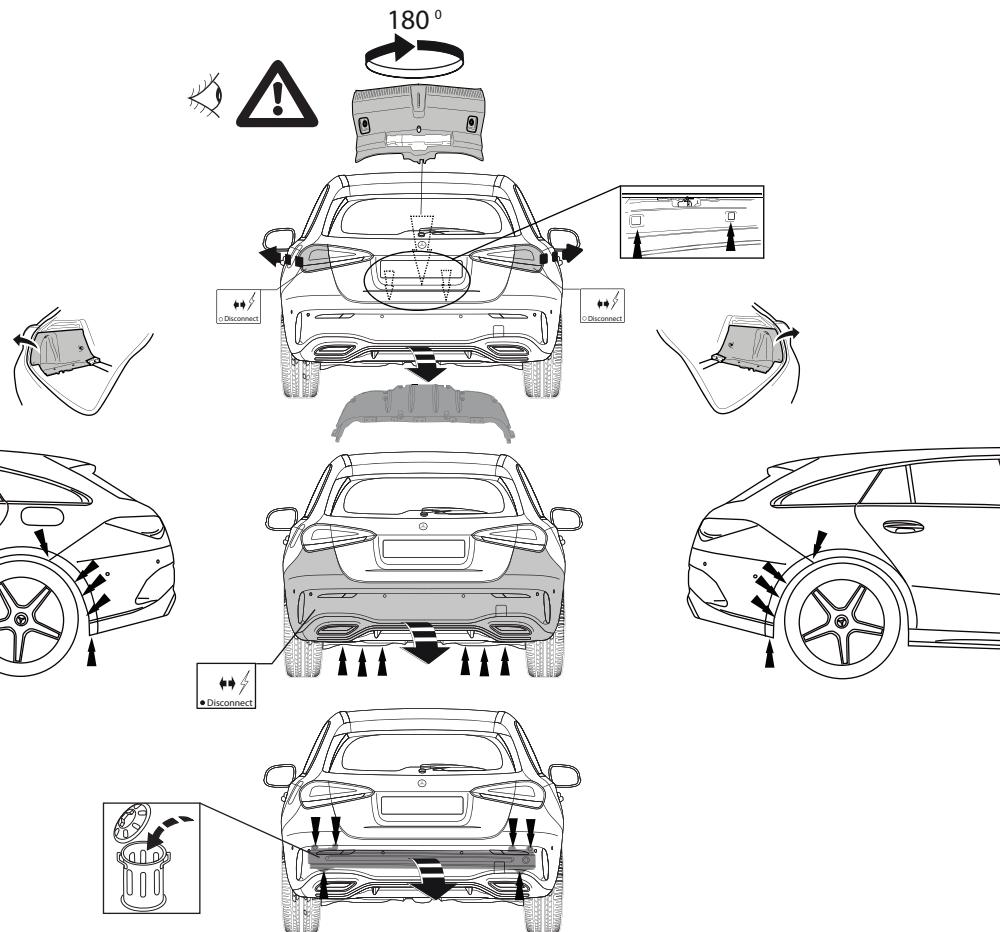

Fig. 1
1. Снять бампер вместе со стальным буферным бруском автомобиля. Буферный брус больше не понадобится. См. рисунок 1.
6. Герметизировать обозначенные части (см. рис. 1)